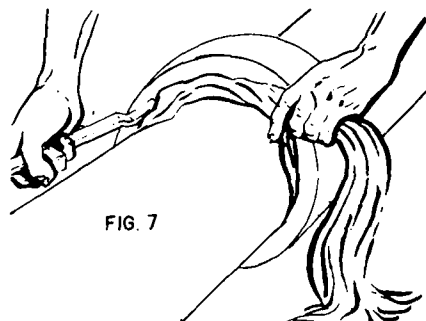

FIG. 7
7.º Passo – Coloque uma das pontas de cordão na bolsa junto ao calço, pressionando-o com estopador (fig. 7).